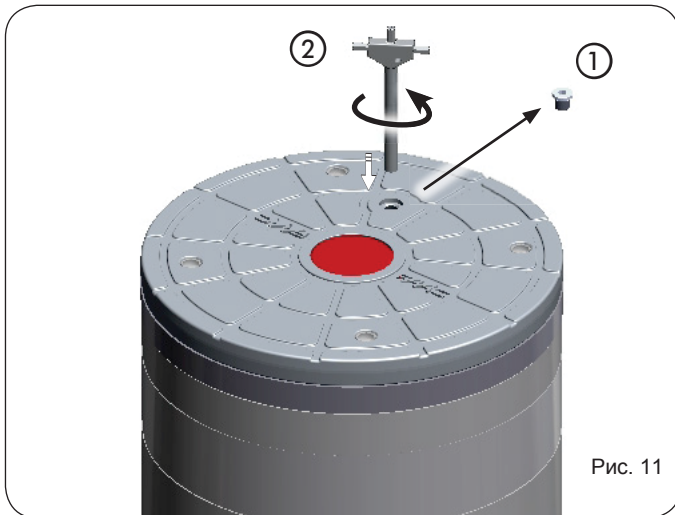

Рис. 11
1. Открутите винт-заглушку, расположенный в головной части тумбы (рис. 11, обозначение (1)).
3. Поверните ключ против часовой стрелки, чтобы опустить тумбу (рис. 11, обозначение (2)).